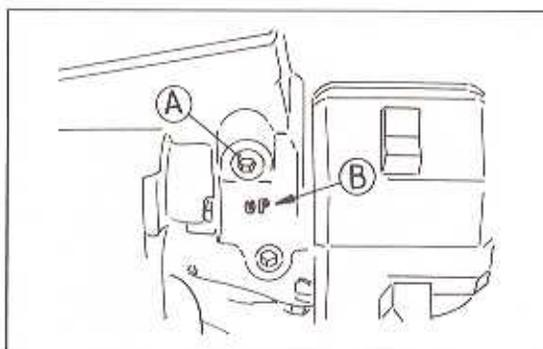

Bild 42
- Die Klemmbride des Zylinders lösen und den Hauptbremszylinder abnehmen (Bild 42).